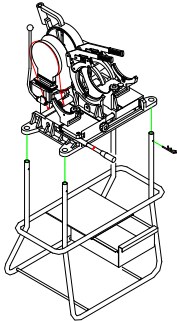

fig. 3
- Sfilare la macchina dal telaio (**fig. 3**), reinserire le quattro spine a molla e appoggiarvi la macchina (che si troverà così in posizione di lavoro)
- Soulever la machine du cadre tubulaire (**Fig. 3**) et recevoir les 4 goupilles. Remonter la machine sur le cadre tubulaire.